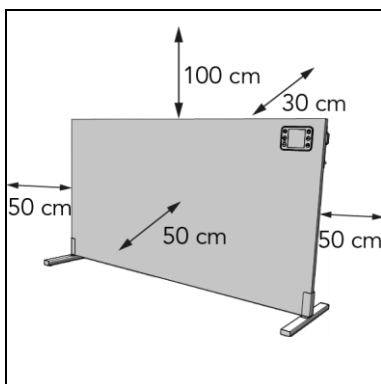

Figura 10
7. Amplasați dispozitivul la o distanță minimă de degajare a căldurii (Figura 10) de: